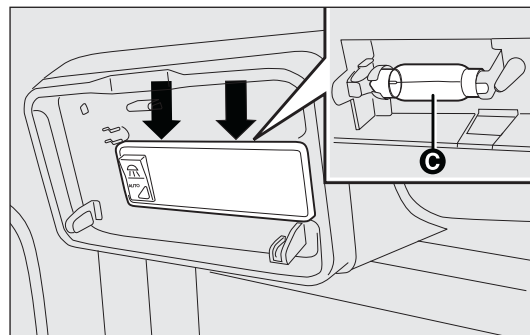

рис. 172
- замените лампу С- рис. 172, освободив ее от боковых контактов и установите новую, убедившись, что она хорошо в них закреплена.